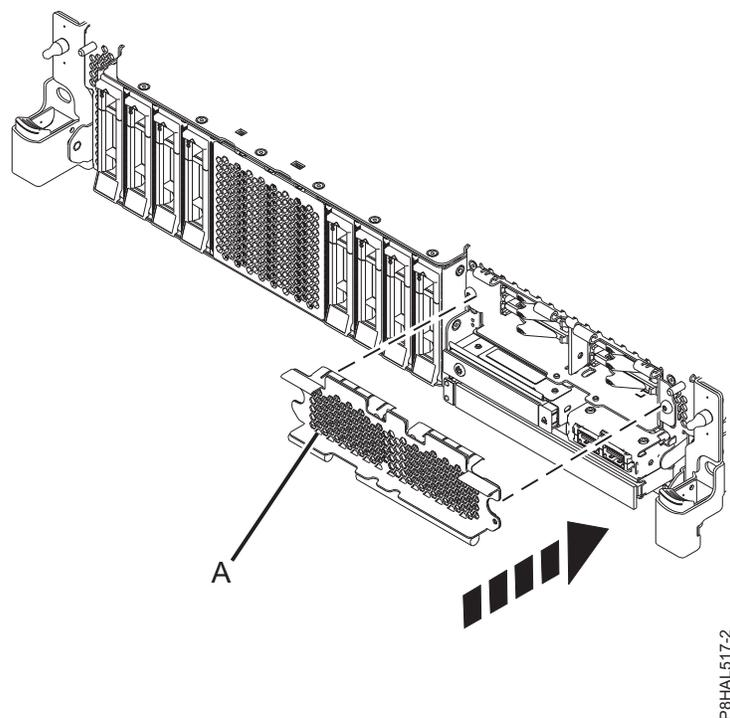

Figura 47. Cobrir a estrutura de SSD num sistema função expandida
3. Caso seja aplicável, cubra a estrutura de SSD com a placa perfurada (A) conforme demonstrado em Figura 47 na página 51.